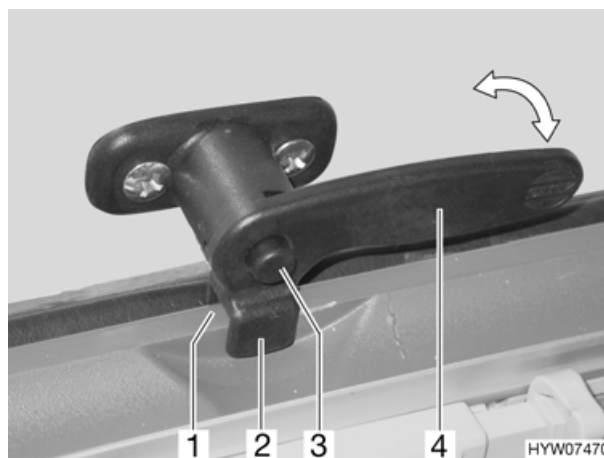

Fig. 21 Finestra apribile, maniglia in posizione di "Aerazione continua"
- Premere il bottone di sicurezza (Fig. 21,3) e mantenerlo premuto.
- Posizionare la maniglia della finestra (Fig. 21,4) in verticale o ruotarla di un quarto di giro verso il centro della finestra.
- Ruotare nuovamente la maniglia. Riportare contemporaneamente la forchetta (Fig. 21,2) della maniglia della finestra nella rientranza della chiusura della finestra (Fig. 21,1).